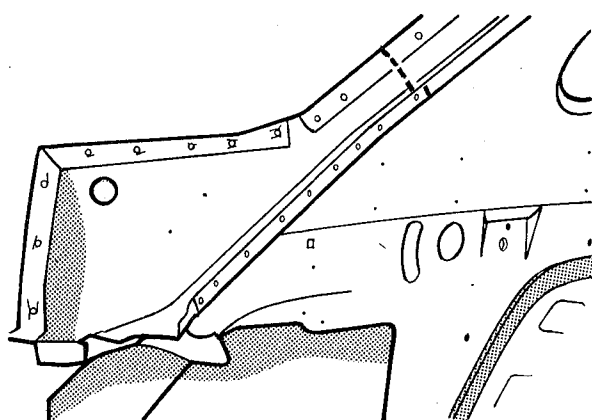

fig. 155
1. Marcar a canaleta, logo acima da região averiada, e cortá-la na coluna "C" (fig. 155)